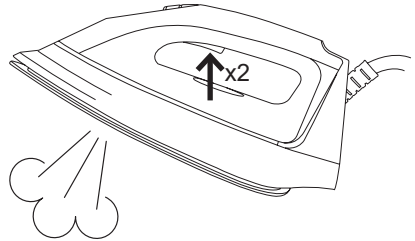

Fig 5
- Una vez alcanzado el calentamiento, mantenga el interruptor de limpieza pulsado durante 3 segundos para que la plancha entre en modo de limpieza. El indicador parpadea y emite señales acústicas. Fig.5